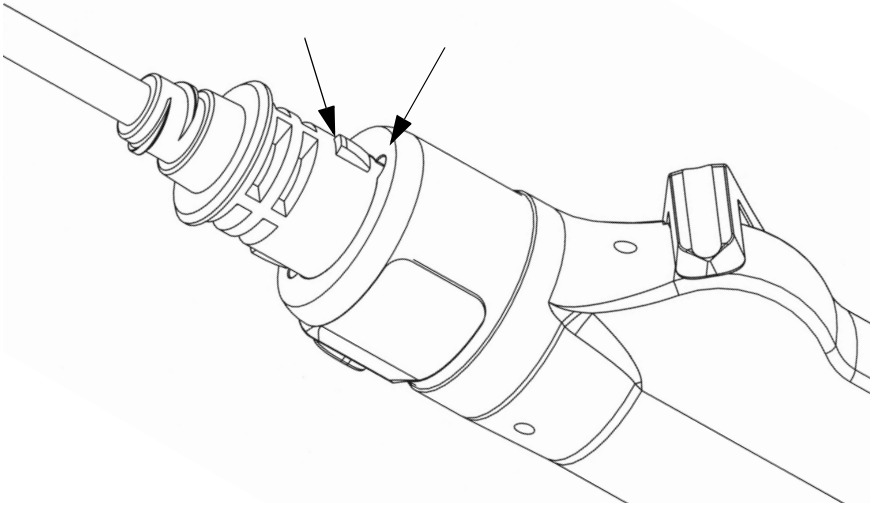

图 3: 对齐锁定导片和导槽
1. 对齐刨削器刀片座上的锁定导片和手持机上的锁定导槽（参见图 3）。